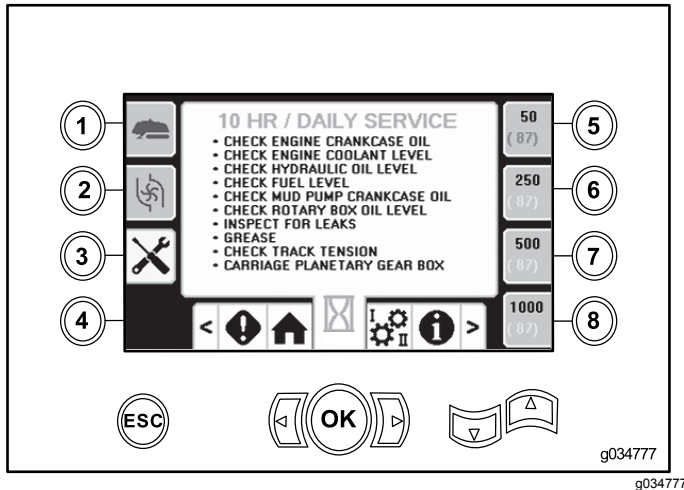

Bild 42
- Taste 3: Wartungsplan mit 10 Stunden/täglich (Bild 42)